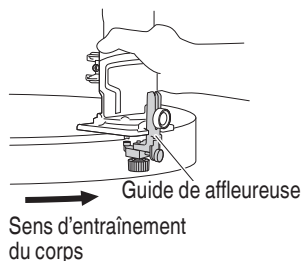

Fig. 19
- (4) Comme illustré à la Fig. 19, fixer solidement le bas de l'ensemble de la base sur la surface traitée des matériaux. Acheminer affleureuse avec la goupille de guidage le long du matériau.